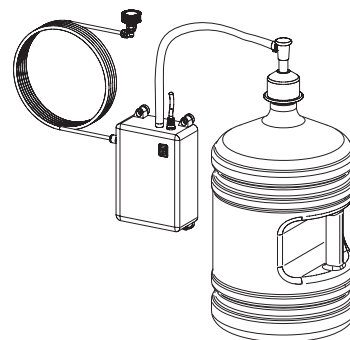

Fig.4
3.3.2 Selvstændigt pumpesæt (fig. 4)